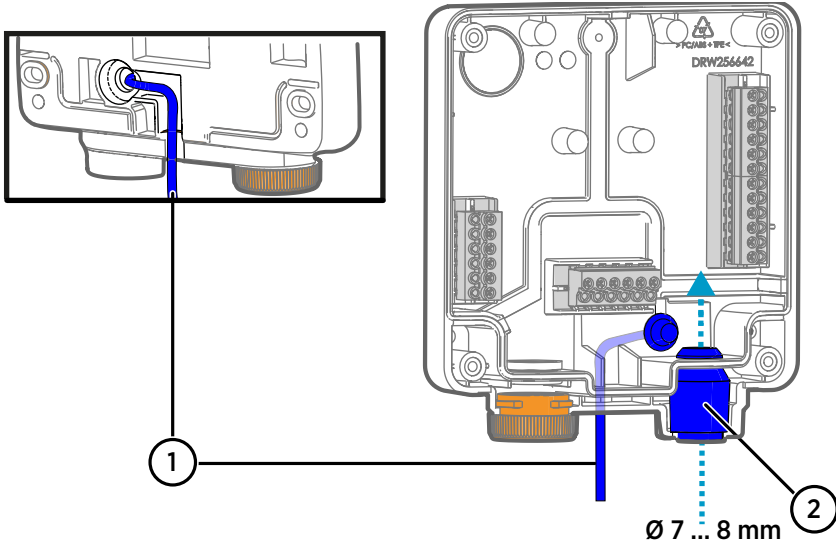

图 25 Indigo200 接线选项
- c. 如图 25 (第 58 页) 中所示，将电缆嵌入数据处理单元背面的凹槽内，并根据需要连接应力消除器。